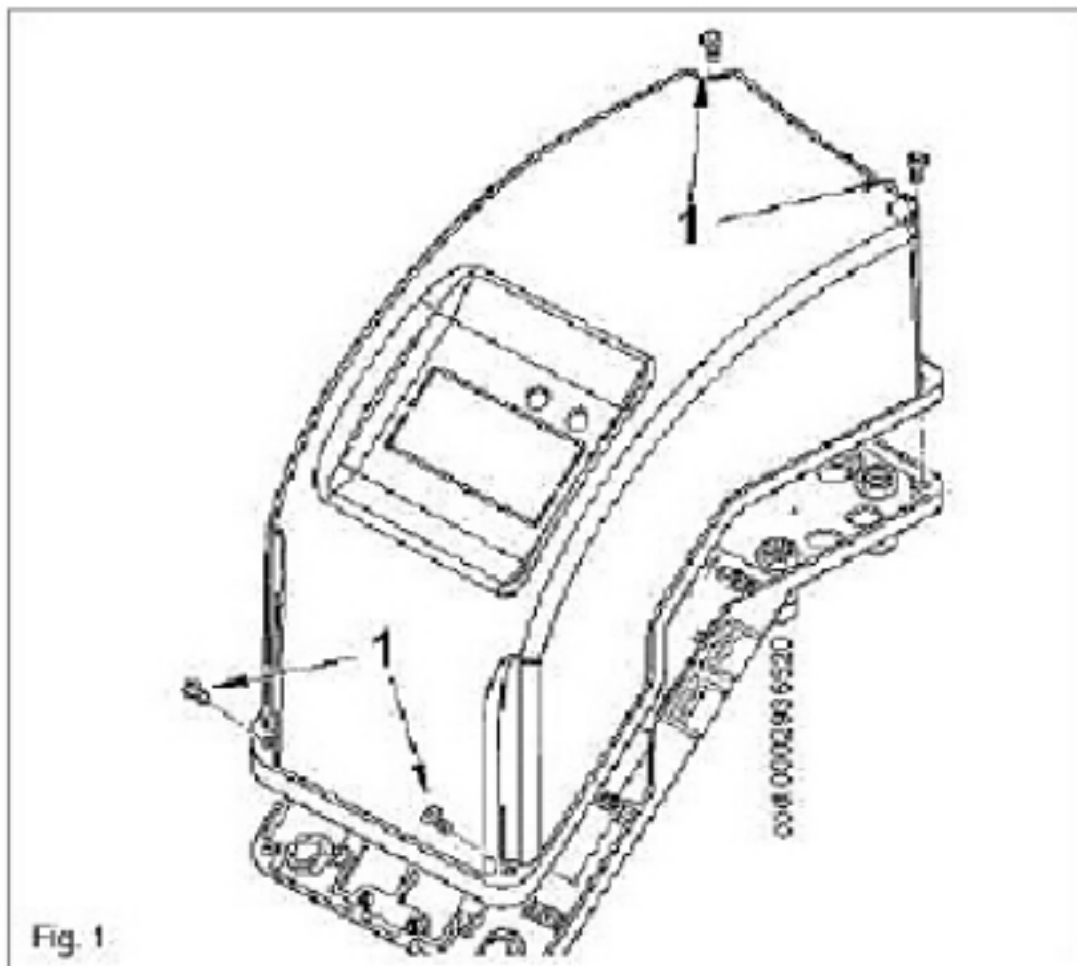

Fig. 1
- 将Fig. 1中的四个螺丝松1开，便可接触到燃烧器的电控接线盘了。